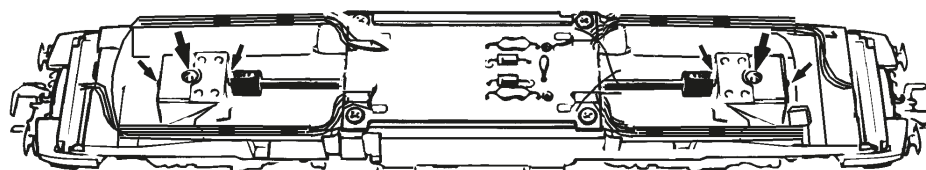

Fig. 9
siehe Fig. 9
A.C. operation: see Fig. 9
voir Fig. 9